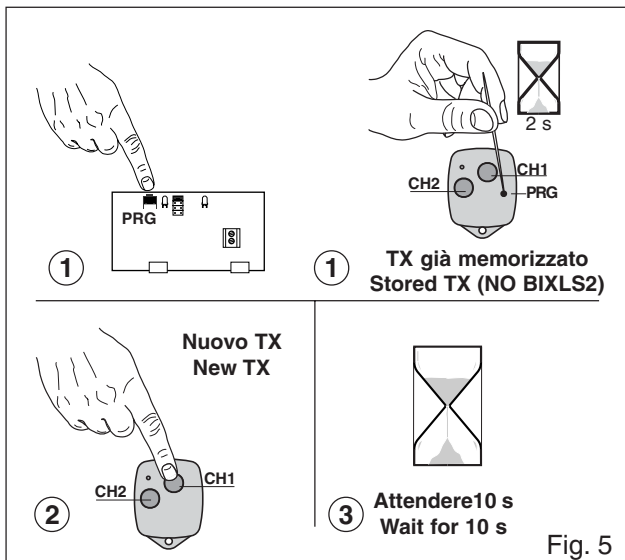

Fig. 5
**3. ABILITAZIONE TRASMETTITORI (Fig. 5)**